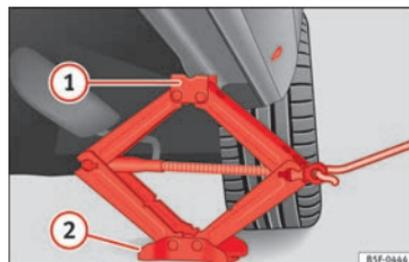

Fig. 74 Larguero: colocación del gato del vehículo.
- Gire el gato*, situado bajo el punto de apoyo del larguero, para elevarlo hasta que la pestaña ① » » fig. 74 quede situada bajo el alojamiento previsto.
- Alinee el gato* de modo que la pestaña ① “agarre” en el alojamiento previsto del larguero y la placa base móvil ② quede apoyada en el suelo. La placa base ② debe caer en la vertical respecto al punto de apoyo ①.